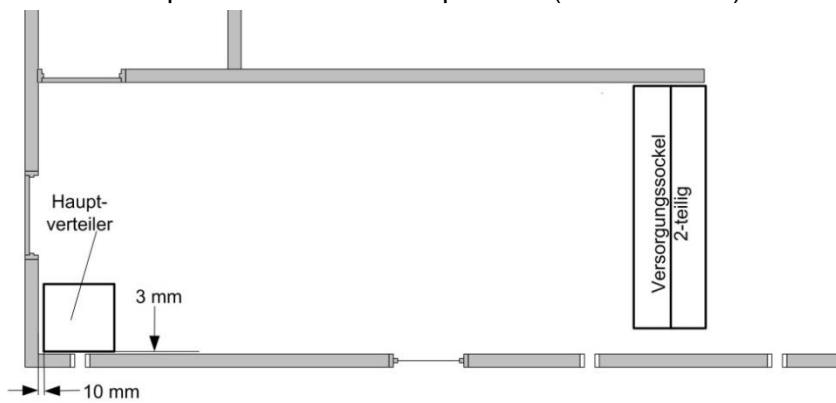

Abb. 4: Hauptverteiler in Betriebsposition
- ◆ Bringen Sie den Hauptverteiler in Betriebsposition (siehe Abb. 4):